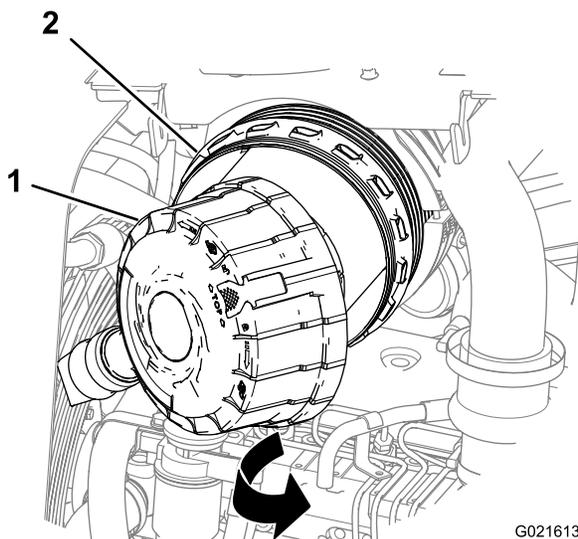

Figura 49
4. Tire de la tapa del limpiador de aire para separarla de la carcasa del limpiador, y retire la tapa (Figura 49).
2. Alinee la tapa del limpiador de aire con la carcasa del limpiador (Figura 49).
3. Utilice un paño húmedo limpio para limpiar el interior de la carcasa del limpiador (Figura 49).
- Limpie el interior de la carcasa del limpiador con un trapo húmedo limpio (Figura 49).